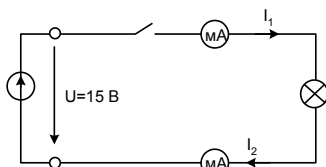

Рисунок 1.2 Простейшая электрическая цепь для выполнения задания
- Подайте постоянное напряжение 15 В к зажимам цепи (рис. 1.2 и определите, протекает ли ток и горит ли лампочка – при разомкнутой (с помощью выключателя) и замкнутой цепи.